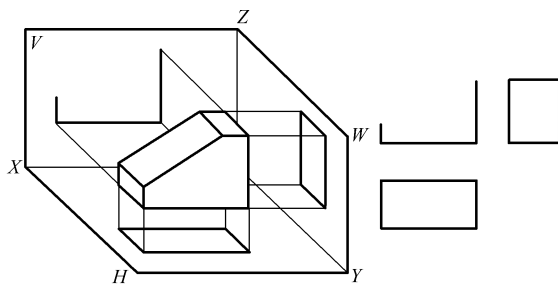

图5
5. 先完成物体投影的轴测图 (图5), 再完成三视图, 并回答问题。